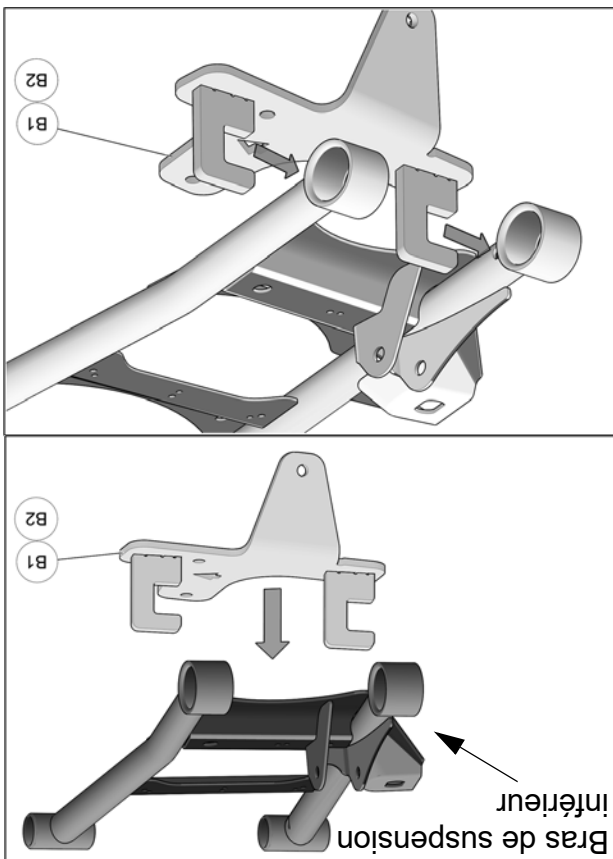

Fig. 3
3. Positionner l'ancrage anti-rotation (B1-B2) sous le bras de suspension arrière; les ouvertures en « C » doivent se positionner aux tubes du bras de suspension. Voir la Fig. 3